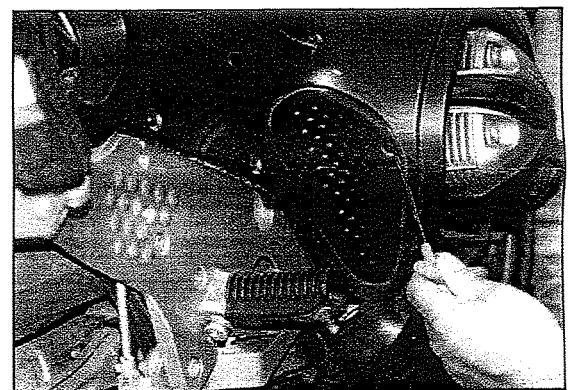

Figure1
2. Entfernen Sie eventuell vorhanden Verkleidung (Figure 1)